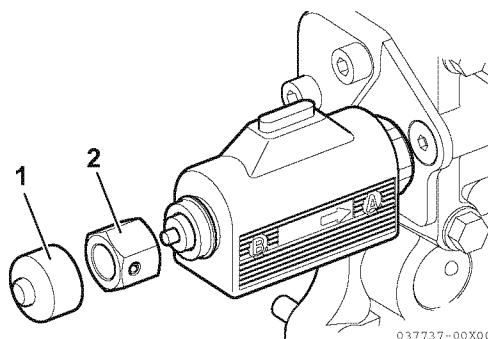

Figura 9
1. Con los motores parados, quite la tapa (1, Figura 9) y la tuerca de emergencia (2, Figura 9)